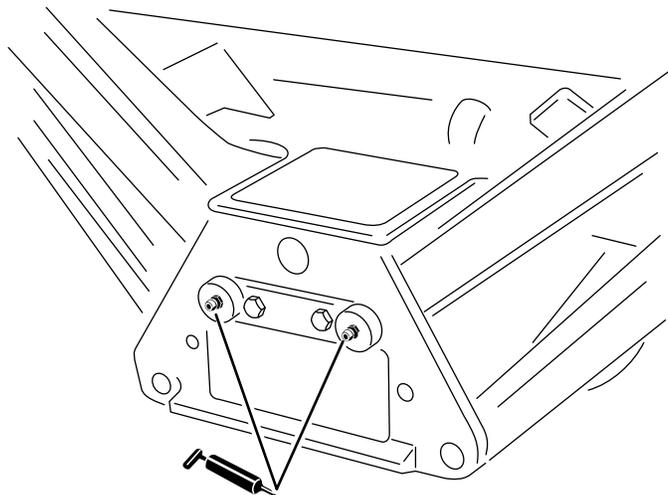

Figura 25
- Braços de elevação (5) (Figura 25)